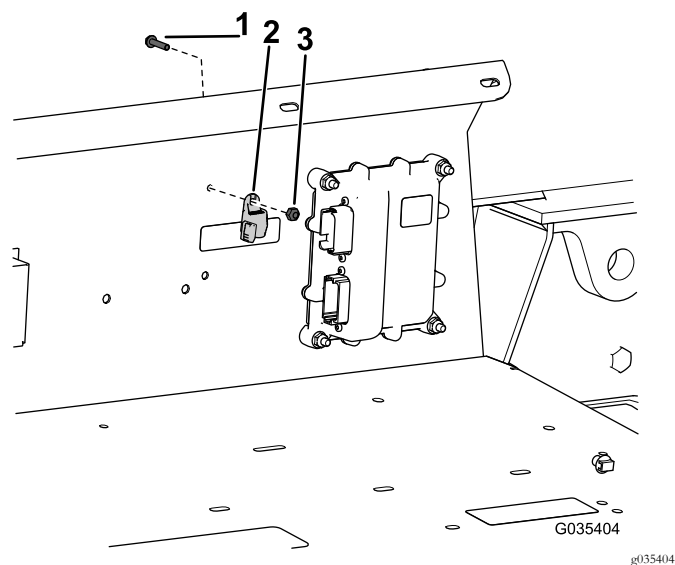

**Figura 6**
3. Montate il controller sulla protezione del paraurti con 4 viti a testa cilindrica ( $\frac{1}{4}$ " x  $1\frac{1}{4}$ ") e 4 dadi ( $\frac{1}{4}$ ") come illustrato nella Figura 6.
**Importante:** Assicuratevi di montare le viti nella direzione corretta; fate riferimento a Figura 6. Se le viti sono montate nella direzione errata, la tramoggia le colpirà quando viene abbassata.